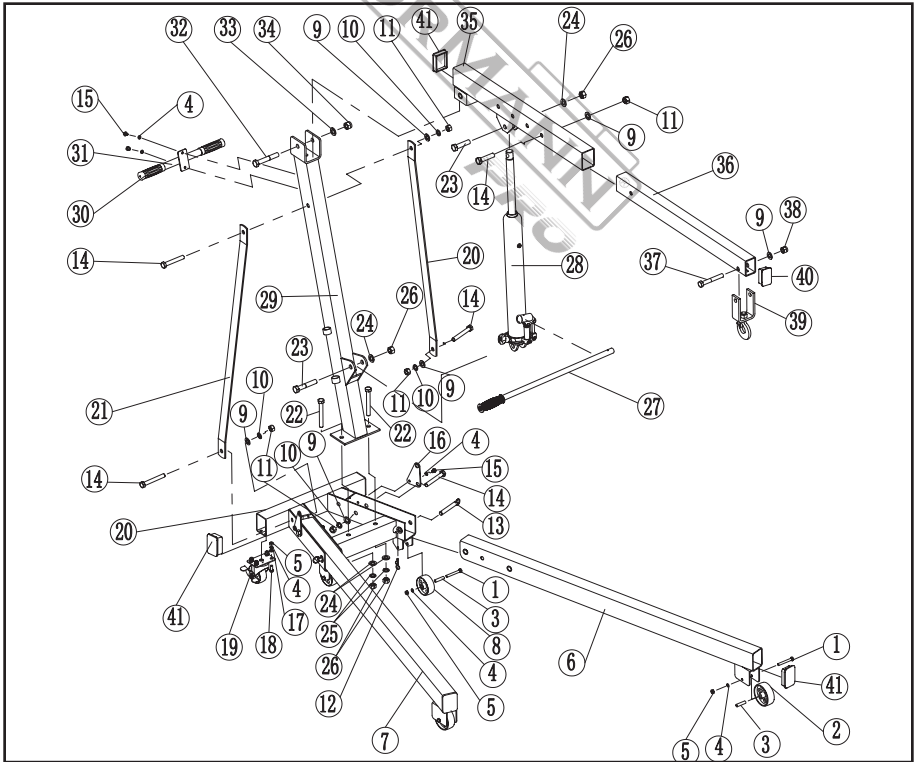

Fig. 1 Schema di assemblaggio della gru con motore idraulico
Assemblea (Fig. 1, Allegato I, Allegato II)
- 11.Inserire l'estensione del braccio (No.36) nel braccio (No.35) e utilizzare bullone (No.14), rondella (No.9) e dado (No.11) per fissarla alla portata desiderata. Utilizzare bullone (No.37), rondella (No.9) e dado (No.38) per fissare il gancio e la catena (No.39) all'estremità dell'estensione del braccio. (Il braccio ha quattro diverse portate; selezionare quella desiderata prima dell'uso.) Fare riferimento alla Fig. 1, Appendice I & Appendice II.